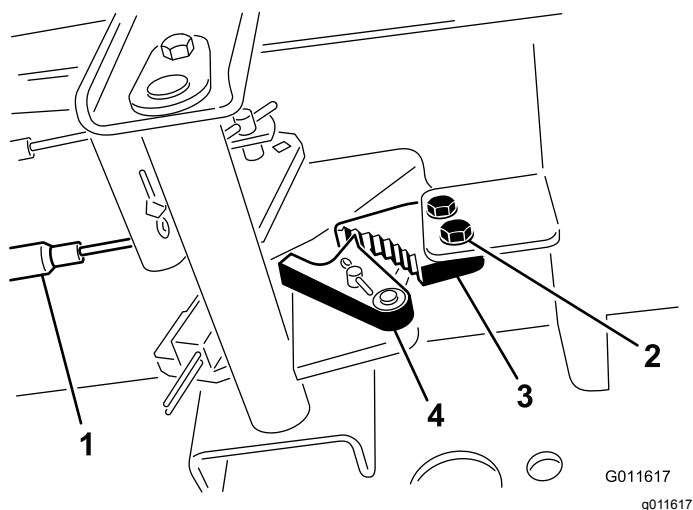

Figura 99
1. Solte os 2 parafusos que prendem a lingueta do travão de estacionamento à estrutura (Figura 99).
2. Carregue no pedal do travão para a frente até o detentor do estacionamento engatar completamente na lingueta do travão (Figura 99).